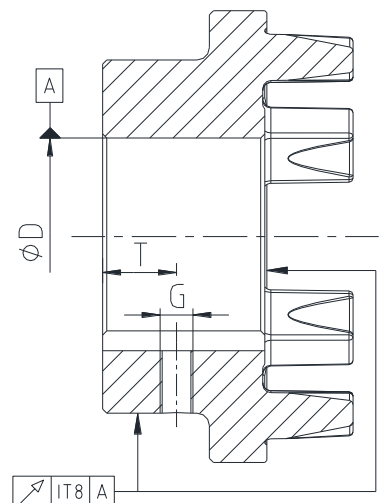

Figura 5: Exactitud de concentricidad y excentricidad
- En el mecanizado del agujero por parte del cliente se debe mantener la precisión de excentricidad axial y la concentricidad (véase figura 5).